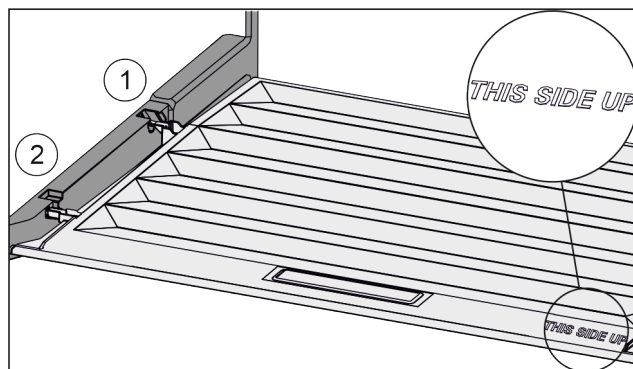

Fig. 82
- ▶ Výstupky veka zaveďte cez otvor zadného držiaka Fig. 82 (1) a zaistite vpredu v držiaku Fig. 82 (2).